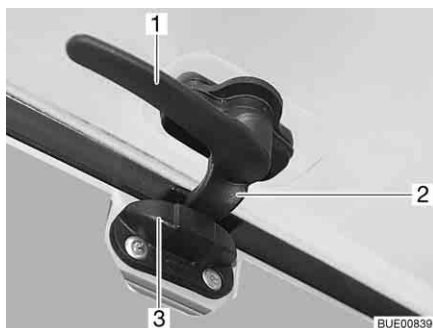
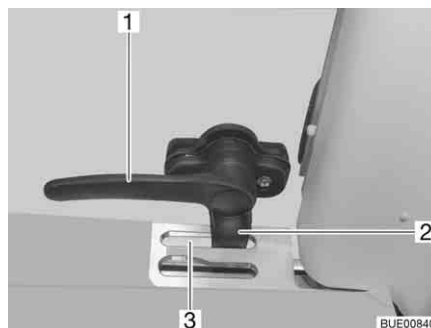

Fig. 79 Côté levier de verrouillage en position "Ventilation"
Fig. 80 Levier de verrouillage avant en position "Ventilation"
- Pivoter en sens inverse tous les leviers de verrouillage (Fig. 79,1 et Fig. 80,1). Rentrer le tenon de verrouillage (Fig. 79,2 ou Fig. 80,2) dans le logement du verrouillage du lanterneau (Fig. 79,3) ou dans la rainure supérieure du verrouillage du lanterneau (Fig. 80,3).